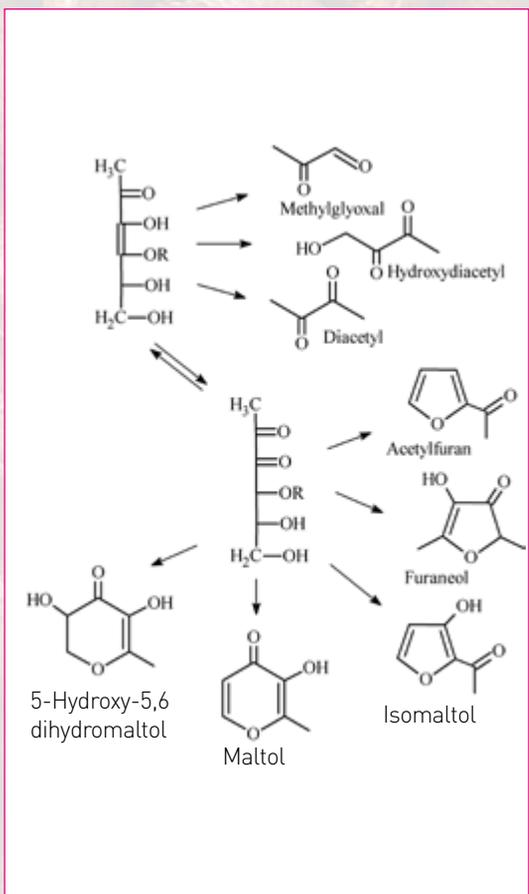

Abb. 3 Abbauprodukte aus 1-Desoxyosonen: kurzkettige Diacetylverbindungen und Sauerstoffheterocyclen.
- ▶ Die Endphase, in der geruchs- und geschmacksaktive Heterocyclen (Abbildung 3) und schließlich hochmolekulare Melanoidine gebildet werden.
Retro-Aldol-Reaktionen sind für den Abbau von Desoxyosonen typisch. Dabei entstehen aus 1-Desoxyosonen kurzkettige, reaktive α -Dicarbonylverbindungen wie Methylglyoxal, Diacetyl und Hydroxydiacetyl. Ein weiterer Reaktionsweg führt zu Heterocyclen wie Furaneol, Maltol, Isomaltol, Dihydromaltol und Acetylfuran (Abbildung 3). Maltol und Isomaltol entstehen nur aus reduzierenden Disacchariden, denn dort ist die Hydroxylgruppe an C-4 durch die glykosidische Bindung zwischen den beiden Zuckern blockiert.